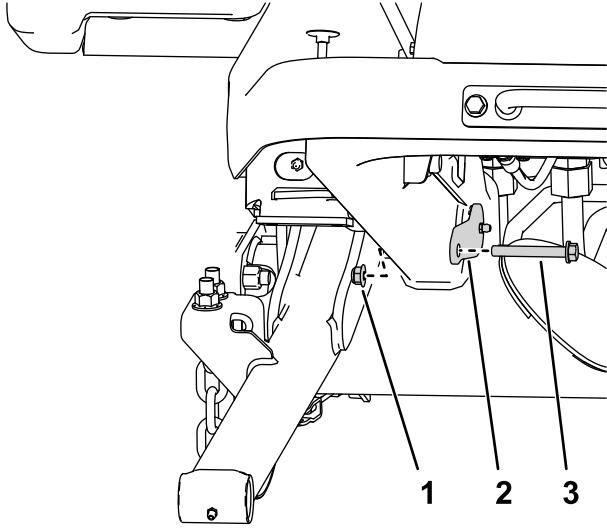

Figura 6
4. Utilice 2 tuercas ($\frac{3}{8}$ ") y 2 pernos ($\frac{3}{8}$ " x $2\frac{3}{4}$ ") para sujetar los pasadores grandes al bastidor (Figura 6).